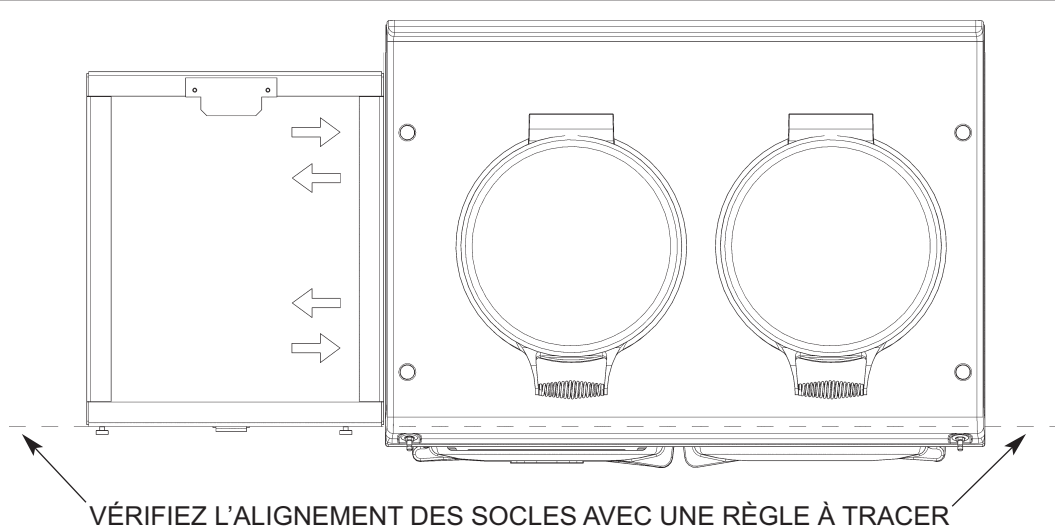

Fig. 18
- 4 Déplacez une bordure droite le long du socle de l'AGA Dual Control afin d'assurer que la face frontale de chaque socle repose fermement contre la bordure droite. (voir fig. 18)